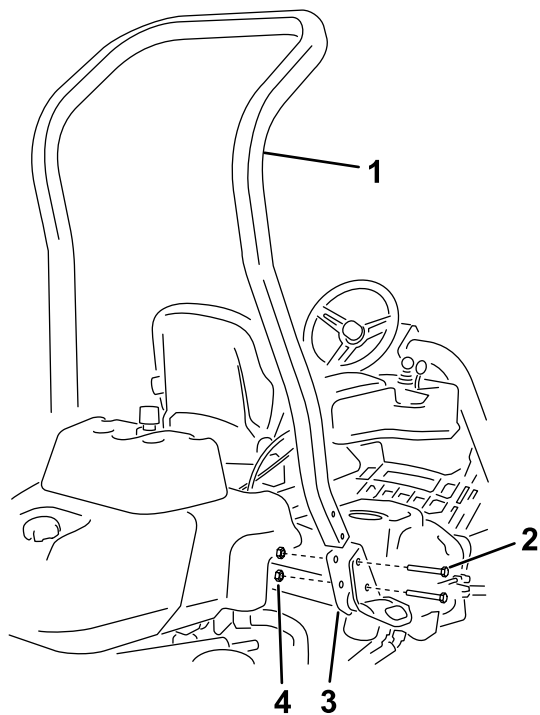

図3
3. ROPS ブラケットに ROPS バーを取り付けるボルト $\frac{1}{2}$ " x  $3\frac{3}{4}$ " 4本、フランジナット $\frac{1}{2}$ " 4個を使って **図3**のように取り付ける。